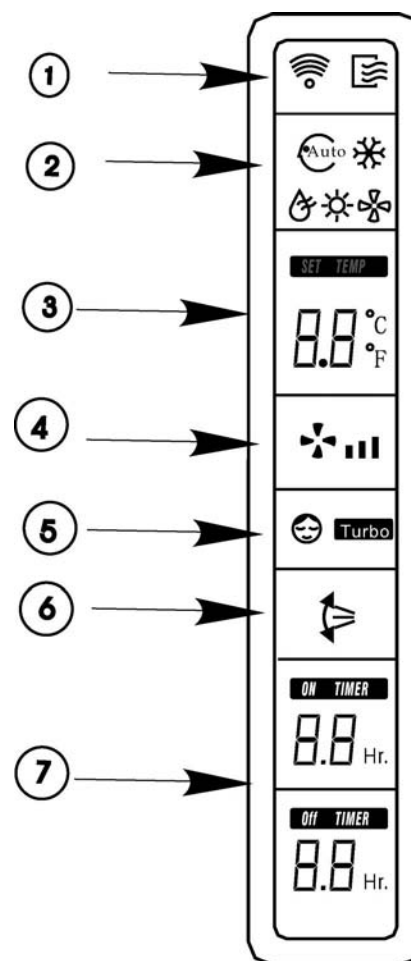

Fig. 2
- Todas as funções estão ilustradas na Fig. 2 com o objectivo de clarificar a explicação. No entanto, durante o funcionamento real, só aparecerão no visor as funções realmente activadas.